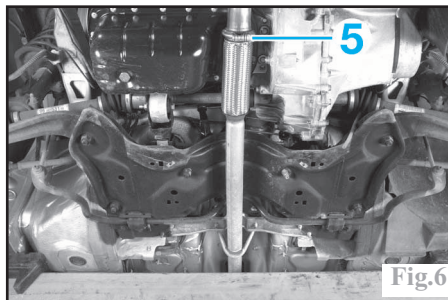

Fig.6
-la ligne d'échappement par le collier (5) (Fig.6).